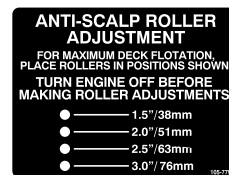
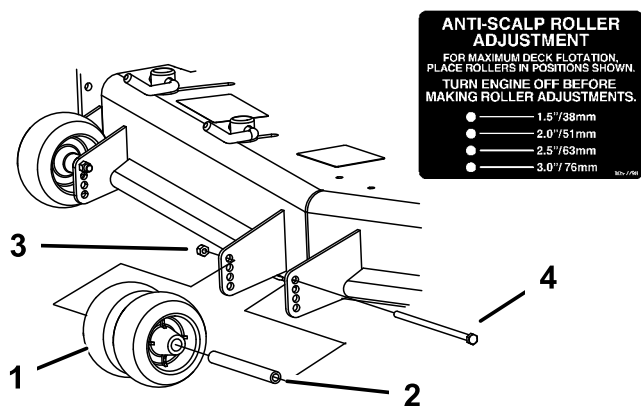
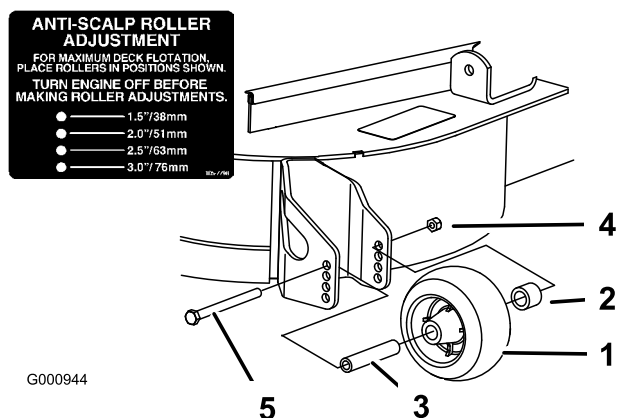

Figure 17
Figure 18
Figure 19
3. Après avoir réglé la hauteur de coupe, réglez les galets en retirant l'écrou à collerette, la bague, l'entretoise et le boulon (Figure 17, Figure 18 et Figure 19).
Remarque: Les deux galets centraux ne sont pas munis d'entretoise (Figure 18).
5. Posez l'écrou à collerette, la bague, l'entretoise et le boulon. Serrez à 54–61 Nm (40–45 pi-lb) (Figure 17, Figure 18 et Figure 19).